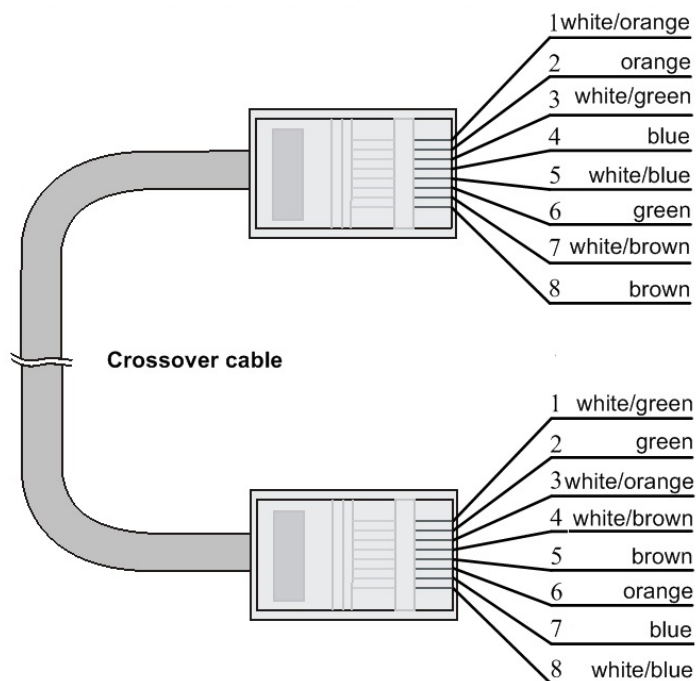

図 11-9 クロスケーブル（10Base-T/100Base-TX/1000Base-T）
- クロスケーブル** : 10/100/1000BASE-T クロスケーブルの結線を図 11-9に示します。10/100/1000BASE-T クロスケーブルは、100BASE-TX のクロスケーブルと結線が異なります。100BASE-TX のクロスケーブルは片端のピン配置が 568B 規格ですが、もう片端のピン配置は 568A 規格に従います。一方、10/100/1000BASE-T クロスケーブルの片端のピン配置は 568B 規格に従いますが、もう片端は 568A ではありません。